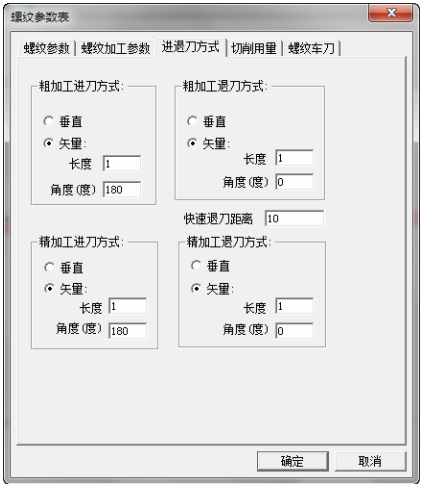

图 4-113 螺纹切削进退刀方式参数设定
4) 单击“进退刀方式”选项卡，设置具体参数，进刀/退刀方式：矢量，其他参数如图 4-113 所示。